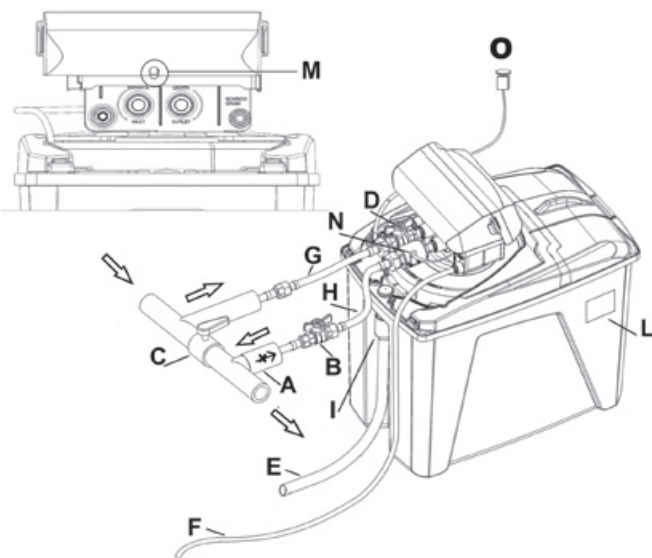

FIG. 3
**LEGENDA (fig. 3):**
**LEGEND (fig. 3):**
L'etichetta è attaccata sul contenitore del sale (vedi fig. 3, L), sull'imballo e nell'ultima pagina, sul retro di questo libretto.